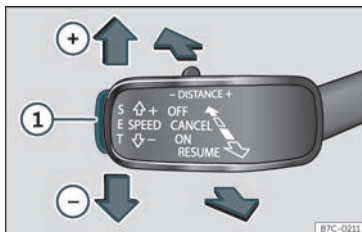

Fig. 210 A l'esquerra de la columna de la direcció: tecles per manejar el limitador de velocitat.
- Durant la marxa, premeu la tecla **SET** >>> **fig. 210 ①**.
- Premeu la tecla **SET** >>> **fig. 210 ①** per reduir la velocitat en passos petits d'1 km/h (1 mph).
Si voleu desactivar temporalment el limitador de velocitat, p. ex., per avançar, desplaceu la palanca al punt de pressió **CANCEL** o premeu la tecla >>> **fig. 210 ②**.